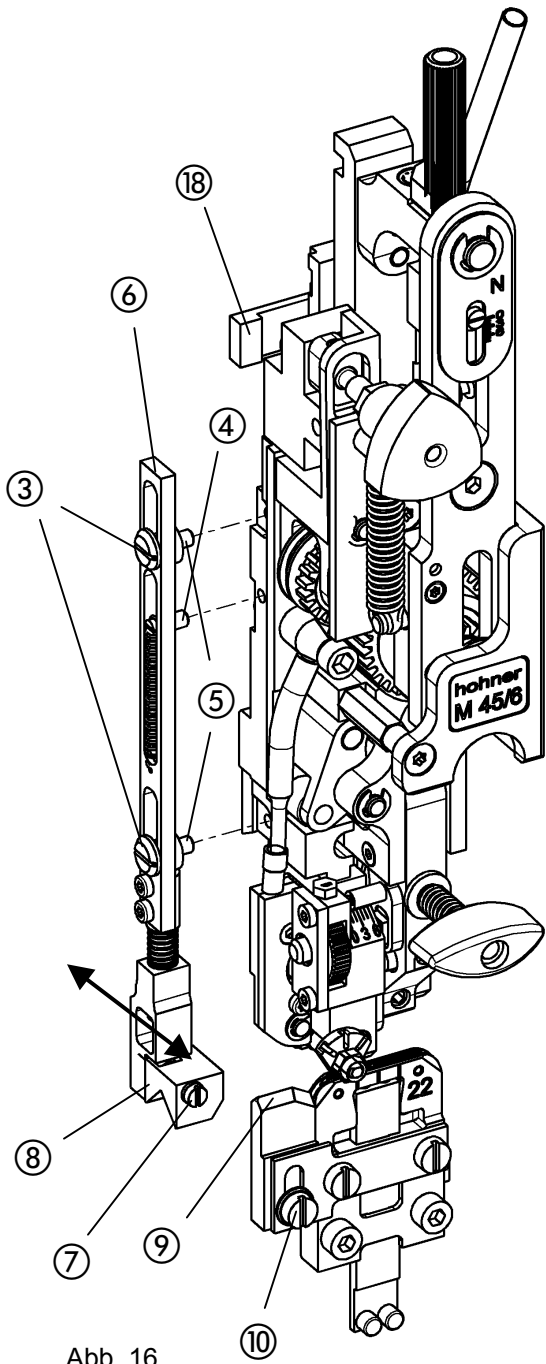

Abb. 16
- Abb. 16 -
- Zum Montieren des Niederhalters, Federbolzen ④ in die Bohrung am Heftkopf eindrehen.
- Zugfeder in Federbolzen ④ und Gestänge ⑥ einhängen.
- Niederhalter durch Eindrehen der Befestigungsschraube ③ mit Gestänge ⑥ und Bundbuchsen ⑤ am Heftkopf fixieren.
- Einbau des Mitnehmers ⑱ am Hauptschieber - siehe Ersatzteilliste Seite E27.